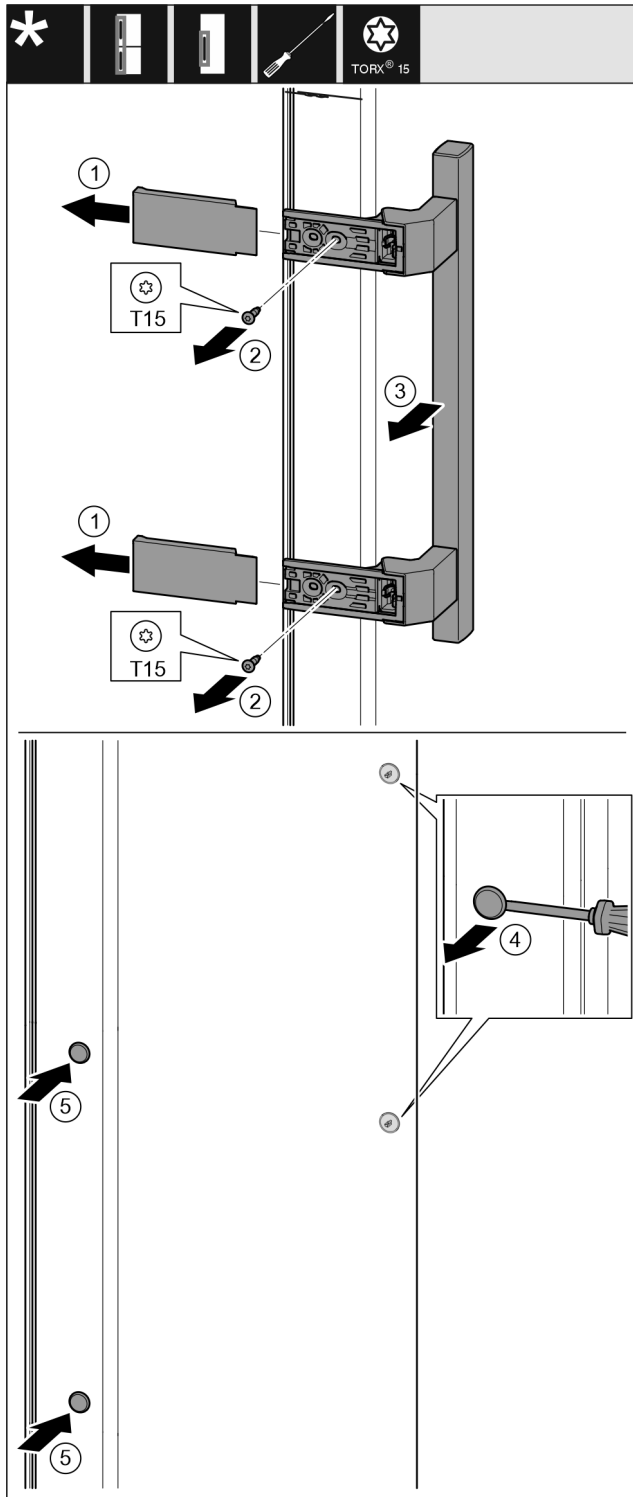

Fig. 15
- ▶ Húzza le a fedelet. Fig. 15 (1)
- ▶ Csavarja ki a csavarokat a Torx 15 csavarhúzóval. Fig. 15 (2)
- ▶ Vegye le a fogantyút. Fig. 15 (3)
- ▶ Óvatosan emelje meg az oldalsó dugókat egy lapos csavarhúzóval, és húzza ki őket. Fig. 15 (4)
- ▶ Helyezze be a dugókat a másik oldalon. Fig. 15 (5)